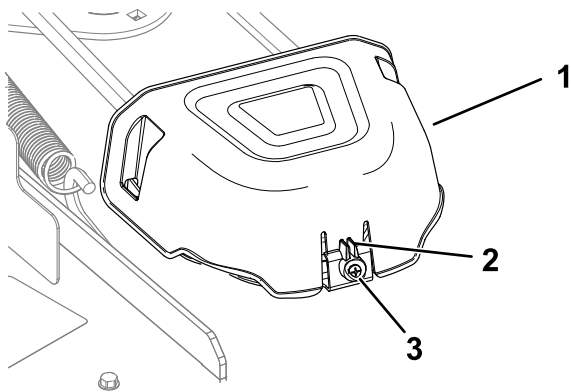

Figura 53
5. Allentate la vite e spingete in dentro la linguetta sul coperchio per rimuovere le coperture delle pulegge (Figura 53).